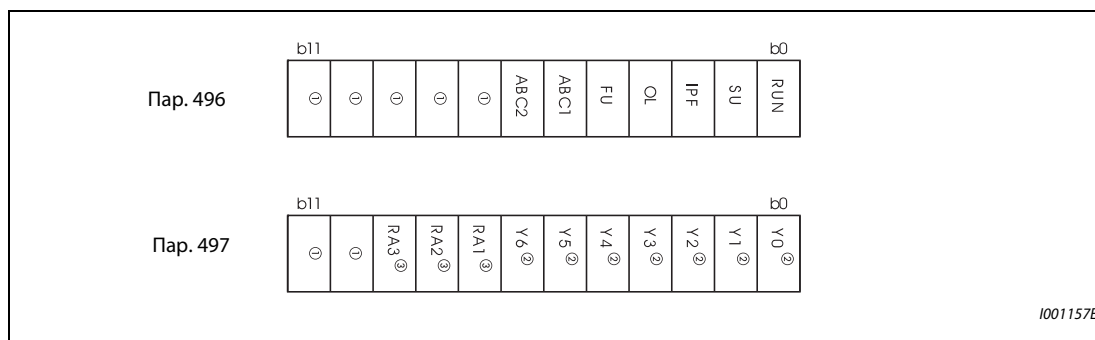

Рис. 5-170: Данные удаленного вывода
- При положительной логике в результате установки бита в "1" соответствующий выход включается, а при отрицательной логике – выключается. При положительной логике в результате установки бита на "0" соответствующий выход выключается, а при отрицательной логике – включается (см. также рис. 5-170).